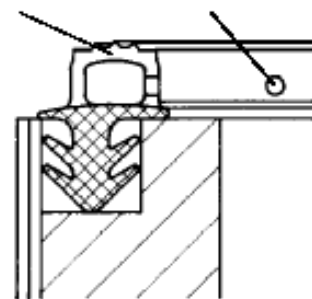

Fig. 12
1. Eliminar las empaquetaduras desgastadas (fig. 12).